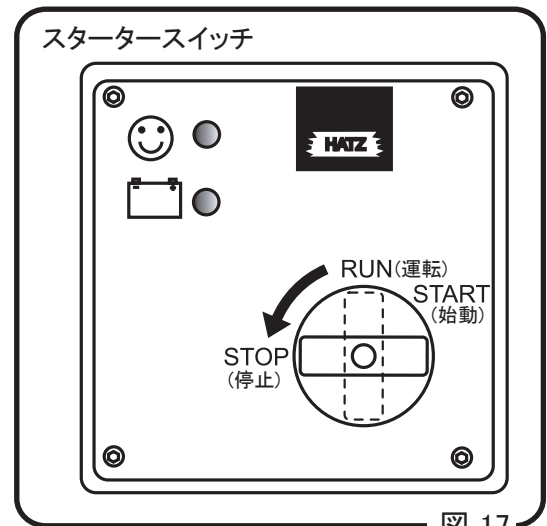

図 17
- 2 エンジンが停止したら、キースイッチを「STOP」の位置に回します。エンジン停止後にキースイッチが「RUN」のままだとバッテリーが消耗しますので、すみやかに「STOP」の位置にしてください。(図17)
- 3 吊り上げの際は必ずガードフレームのフックに吊り上げ具を引掛けてください。(図17)